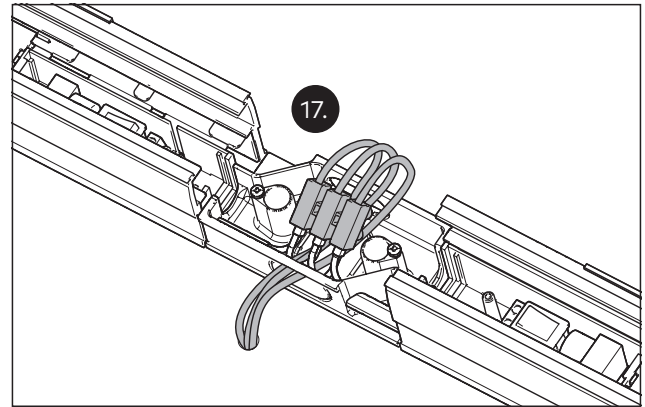

Abb. 23 Die Anschlussleitung am Y-Kabel anschließen
17. Das Y-Kabel an die Netzanschlussleitung anschließen und quetschsicher verlegen (Abb. 23).